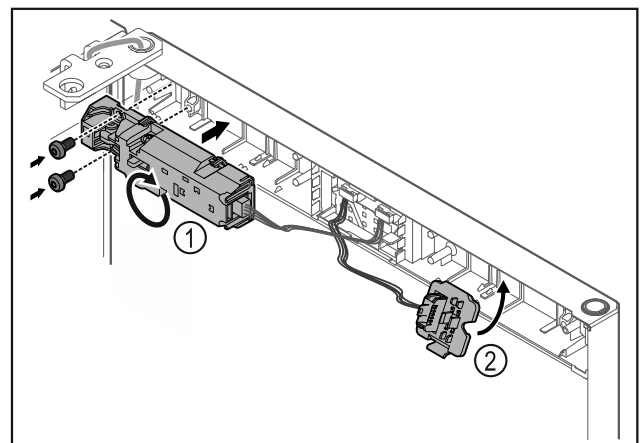

Fig. 24
- Kierrä etälukkoa Fig. 24 (1) 180° ja kiinnitä se vastakkaiselle puolelle.
- Paina pistokkeenpidin Fig. 24 (2) paikalleen vastakkaiselle puolelle.